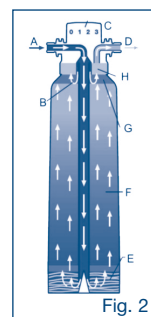

Fig. 2
Fluxograma (Fig.2). A água encanada está entrando no cartucho de filtro (A). Na seção (E), as partículas são removidas por um pré-filtro e as substâncias responsáveis por gosto e odor (p.ex., cloro) são removidas por carvão ativado. Em seguida, ocorre a descarbonização por troca iônica, na seção (F). Finalmente, a água é tratada por carvão ativado (G) e as partículas são removidas por um filtro (H).